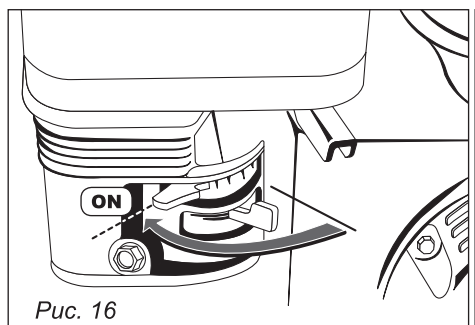

Рис. 16
3. Переведите выключатель в положение «ON» (рис. 16).